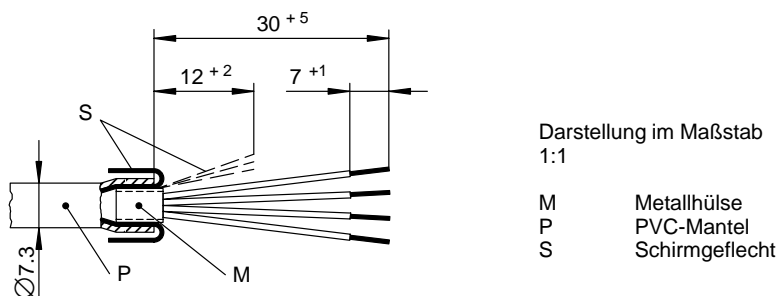

Bild 35 Aufbereitung des Kabels für die Montage des RS 485-Steckers
Schritt 2 Bereiten Sie die Kabelenden gem. Bild 35 auf.
Schritt 3 Führen Sie die beiliegende Metallhülse "M" nach Bild 35 zwischen Schirmgeflecht "S" und Kabeladern ein.